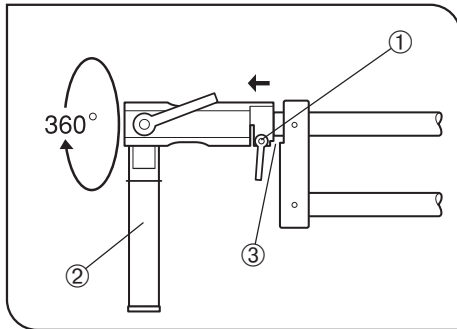

Fig. 22
7. Para girar el eje de montaje ② alrededor del eje horizontal, afloje la palanca de fijación de rotación del eje horizontal ①. Cuando la palanca de fijación ① está floja y el extremo distal se extrae de 2 a 3 mm, se salen los toques de rotación ③. Después de girar el eje de montaje hasta la posición deseada, apriete la palanca firmemente para fijar el eje de montaje de nuevo. (Fig. 22)
- a. Afloje la palanca de fijación de rotación del eje horizontal ①, extraiga el extremo distal del brazo de 2 a 3mm, y gire el extremo distal 180°, de forma que el eje de montaje ② quede mirando hacia arriba. A continuación, aplicando el extremo distal del brazo sobre los toques de rotación apriete la palanca de fijación ①. (Figs. 22 & 23)